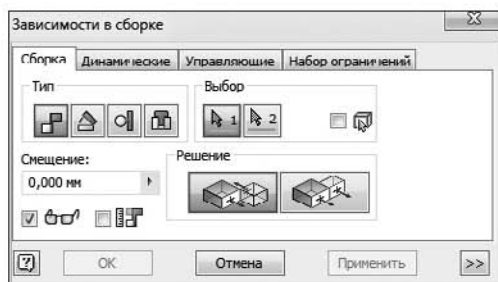

Рис. 9.2. Панель выбора и назначения сопряжений
6. На ленте Сборка в разделе Позиция выберите команду Зависимость  (рис. 9.2).